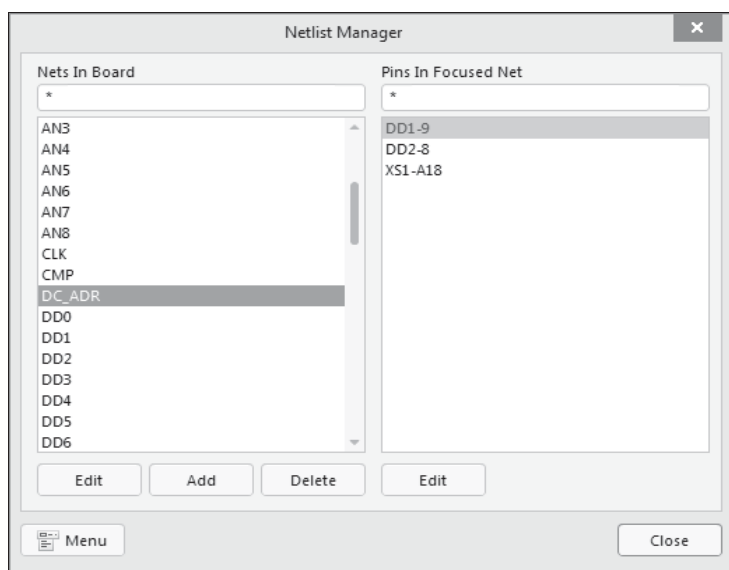

Рис. 7.28. Окно менеджера редактирования связей
1. Для изменения связей на нетрассированной плате следует выполнить команду главного меню **Design | Netlist | Edit Nets** — откроется диалоговое окно редактирования списка связей **Netlist Manager** (рис. 7.28):
3. Указав курсором контакты в левом списке, щелчком на кнопке со стрелкой между списками перенесите их обозначения в правый список. И наоборот. Таким образом составляется новый состав контактов, которые связывает выбранная цепь. Первоначально переносимые контакты приносят с собой имя цепи из того списка, откуда они изымаются. По щелчку на кнопке **OK** диалоговое окно закрывается, и всем контактам отредактированного списка дается имя первоначально выбранной для редактирования цепи. Этот список также обновляется в правой области диалогового окна **Netlist Manager** (см. рис. 7.28).